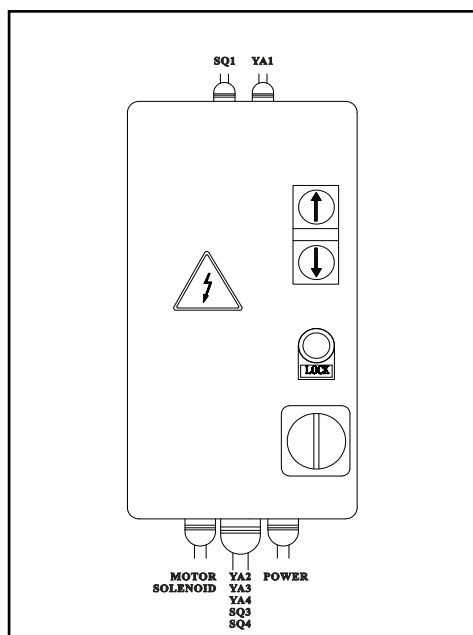

рис. 34
4.4.3.2 Подключить кабель электропитания и провод датчика-ограничителя к контактной колодке монтажного блока электродвигателя (рис. 34) согласно схеме на стр. 23.
4.4.3.4 Закрывать крышку электрического блока. Нажать кнопку пуска (рис. 34), направление вращения двигателя должно соответствовать стрелке на корпусе насоса.
Элементы управления подъемником представлены на **рис. 34**.